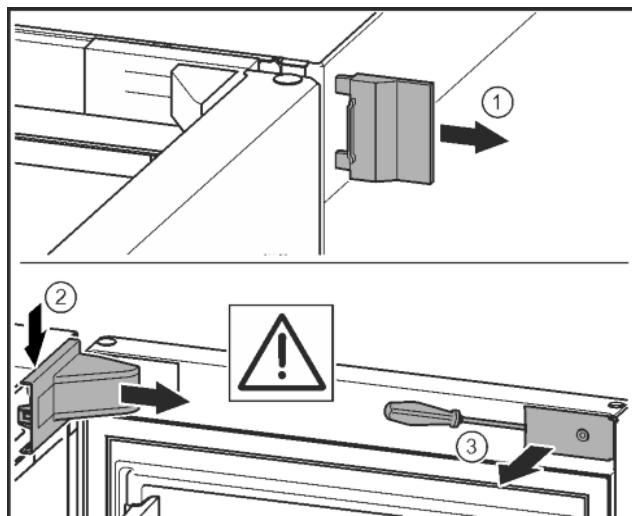

Fig. 10
- Свалете външния капак. Fig. 10 (1)
- Освободете и развойте капака на лагерната стойка. Свалете капака на лагерната стойка. Fig. 10 (2)
- Освободете капачката с плоска отвертка и я завъртете настрани. Fig. 10 (3)